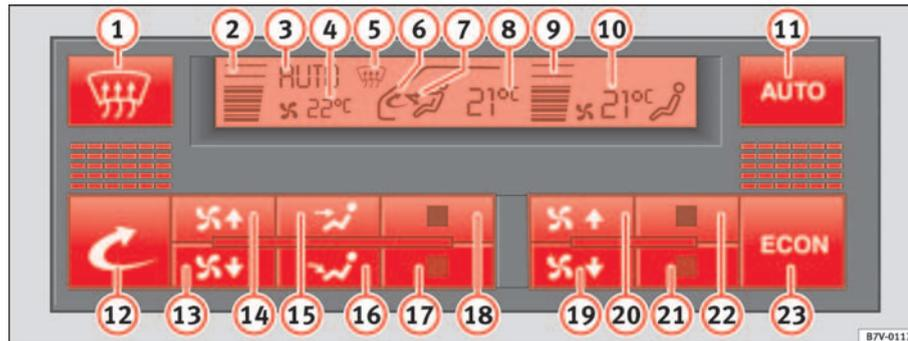

Abb. 119 Ausschnitt aus Instrumententafel: Bedienelemente Climatronic
⇒ Abb. 119 (15) oder (16) bzw. eine der Temperaturtasten (17) oder (18). In der Anzeige erlischt **AUTO**.
- Drücken Sie die Taste  ⇒ Seite 158, Abb. 119 , um den Umluftbetrieb ein- bzw. auszuschalten. Er ist eingeschaltet, wenn das Symbol   im Anzeigenfeld erscheint.